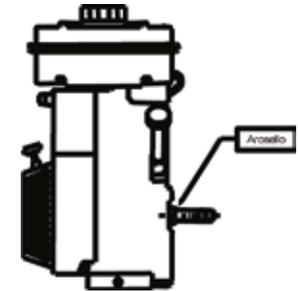

Figura No. 2
1. Coloque el motor (1) con el eje orientado verticalmente. Limpie las superficies del conjunto. Limpie el eje del motor y recúbralo con una pequeña cantidad de grasa.
2. Coloque el deflector (2) en el eje lo más cerca posible al retenedor de aceite del motor.
3. Sitúe la cerámica del sello mecánico (6) en el alojamiento del fondo del plato sello (3) de manera que la superficie brillante blanca quede visible. Para facilitar esta operación, coloque aceite en la copa elástica del sello. No golpee en ningún caso la cerámica del sello. Coloque el sello mediante presión manual o de los pulgares únicamente.
4. Estire el empaque arosello (4) y colóquelo en el eje del motor, tal como se muestra en la figura No. 2
5. Coloque el plato sello (3) en el encaje motor, asegurando el ajuste con la brida del motor. Antes de asegurar las partes, verifique que la posición del plato sello sea correcta, con el drenaje posicionado hacia abajo.
7. Limpie la superficie del casquillo sello (5). Sitúe la parte dinámica del sello mecánico (6) en el casquillo. Para facilitar esta operación, coloque aceite en el empaque del sello.
9. Rosque el rotor (8) en el eje, en sentido horario (a la derecha), asegurando que el rotor quede roscado hasta hacer tope con el casquillo eje.
10. Coloque el empaque (7) en el escalón circular del plato sello, haciendo coincidir los agujeros del empaque con los agujeros del plato sello.
11. Coloque la voluta (9) sobre el plato sello. Coloque el agujero que ella posee en la posición sur-este del plato sello.
12. Posicione el empaque voluta (10) en el “ojo” de la voluta.
13. Coloque la carcasa (11) sobre el plato sello.